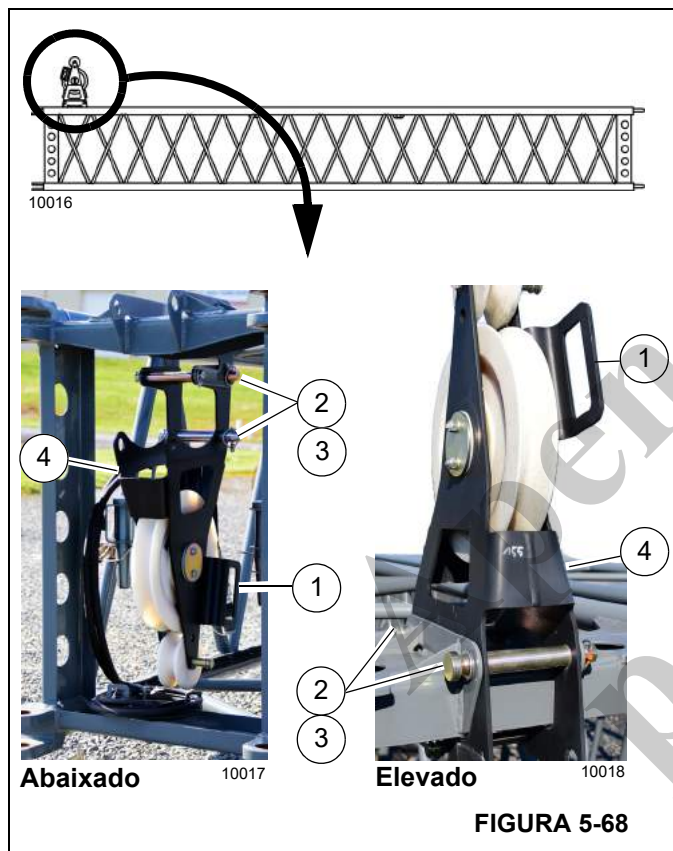

FIGURA 5-68
- a. Segure a alavanca (1, Figura 5-68) e remova os grampos de retenção (2) e os pinos (3).
- b. Gire o conjunto de polias do mastro (4) para a posição elevada. Alinhe os orifícios.
- c. Instale os pinos (3). Fixe com grampos de retenção (2).